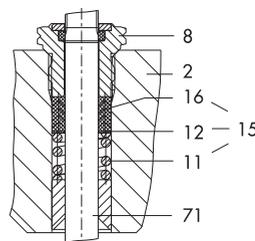

Fig. 6 · Garniture de presse-étoupe
L'étanchéité de la tige est obtenue grâce au soufflet métallique et au presse-étoupe supplémentaire (15), équipé d'une garniture à chevrons carbone PTFE (Fig. 6).
Garniture de presse-étoupe (Fig. 6)